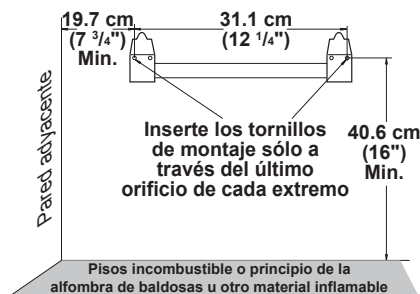

Figura 6 - Distancias mínimas del soporte de montaje
2. Marque la ubicación de los tornillos en la pared (consulte la figura 6).